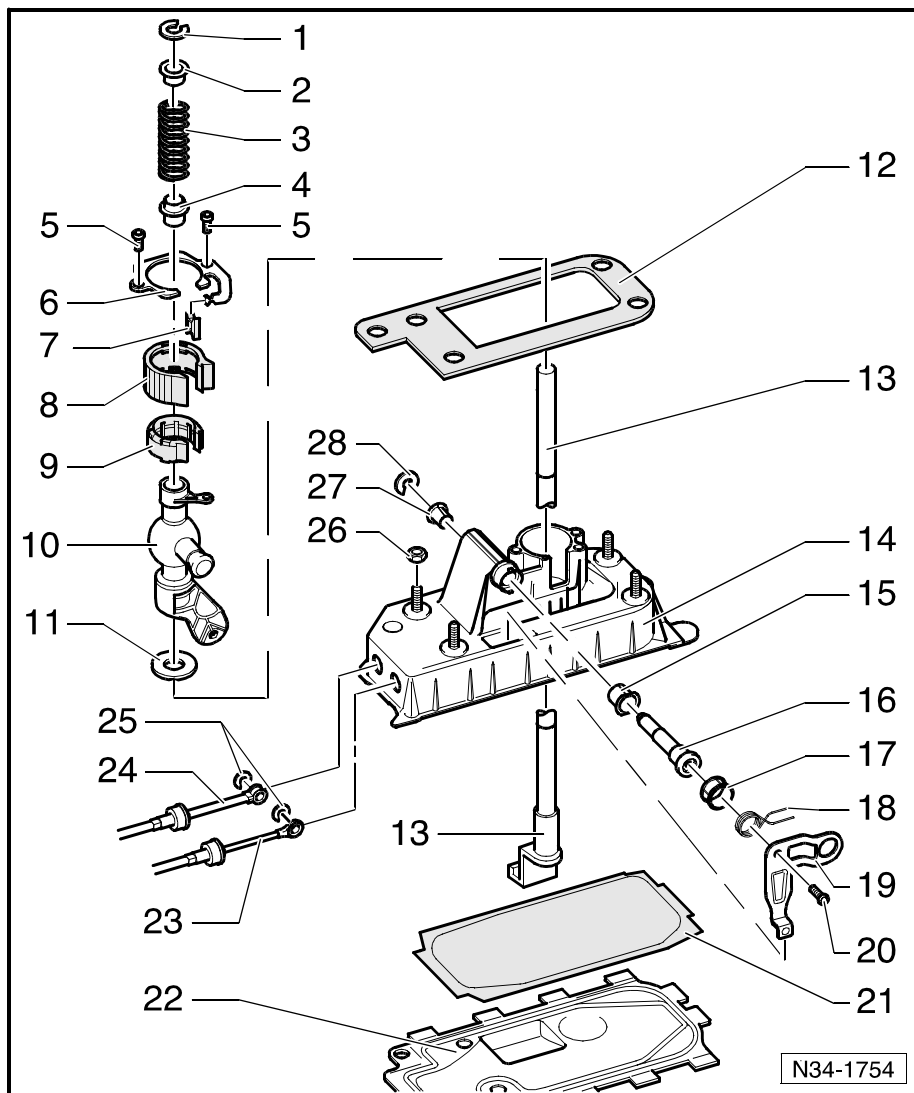

Fig. 1: Démontez et montez le câble de sélection et le câble de passage des vitesses
- Démontez et montez ⇒ Fig. 1 au **34-1** page 6